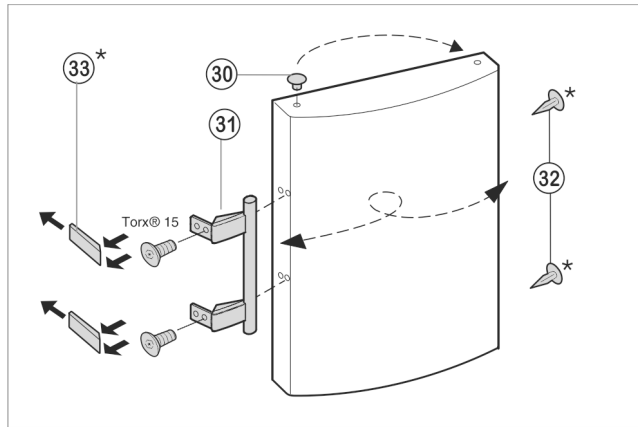

Fig. 8
- ▶ Scoateți dopul Fig. 8 (30) din bucșa suport a ușii și mutați-l.
- ▶ Demontați mânerul ușii Fig. 8 (31), dopul Fig. 8 (30) și plăcile de presare Fig. 8 (33) și așezați-le pe partea opusă.